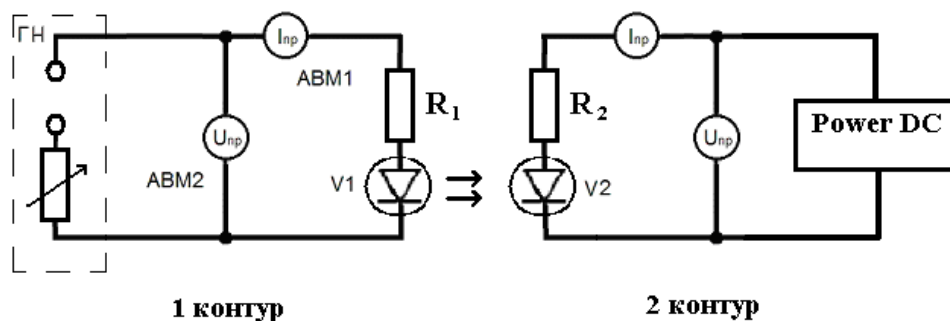

Рис. 6.8. Схема для исследования оптической пары.
2.2. Установить на лабораторном стенде плату №10 из рабочего комплекта, произвести сборку электрической схемы (рис.6.8) оптической пары с помощью соединительных